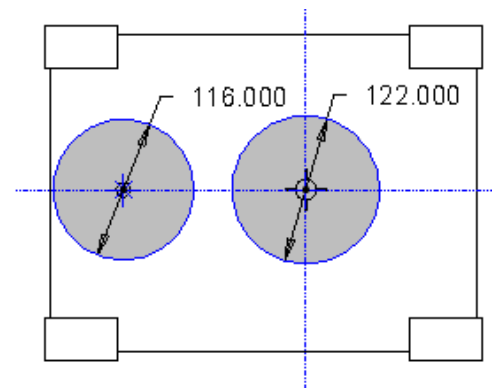

Abb. 8 Skizze Aussparung Lagerdeckel zweite Seite
- ▶  Profil ▶ Skizzierebene: E_RECHTS oder E_LINKS ▶ Skizze siehe Abb. 8. ▶  Material entfernen ▶  Tiefe: 10 mm